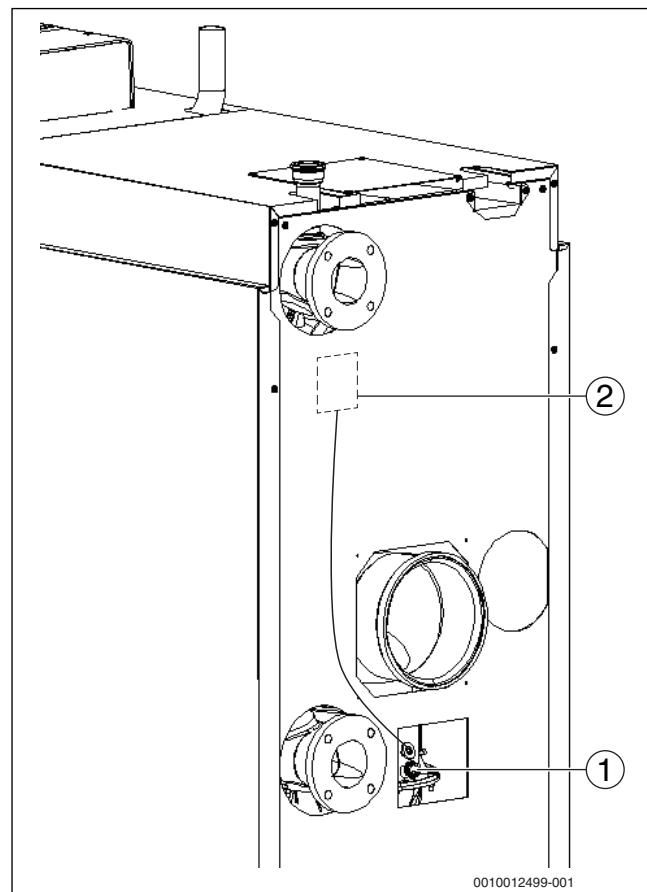

Рис. 29 Выполнение замеров (котлы 150-300 кВт)
- Введите измерительный датчик через отверстие для измерений в коллекторе дымовых газов (→ рис. 29, стр. 31), держите его в центре потока и проверьте содержание CO₂.
- Введите измерительный датчик через отверстие для измерений в дымовой трубе (→ рис. 29, стр. 31), держите его в центре потока и проверьте содержание CO₂.
- В точке проведения замеров на соединительном участке дымовой трубы котла (→ рис. 29 и 30) измерьте и внесите в протокол пуска в эксплуатацию следующие параметры (→ глава 17.6, стр. 69):